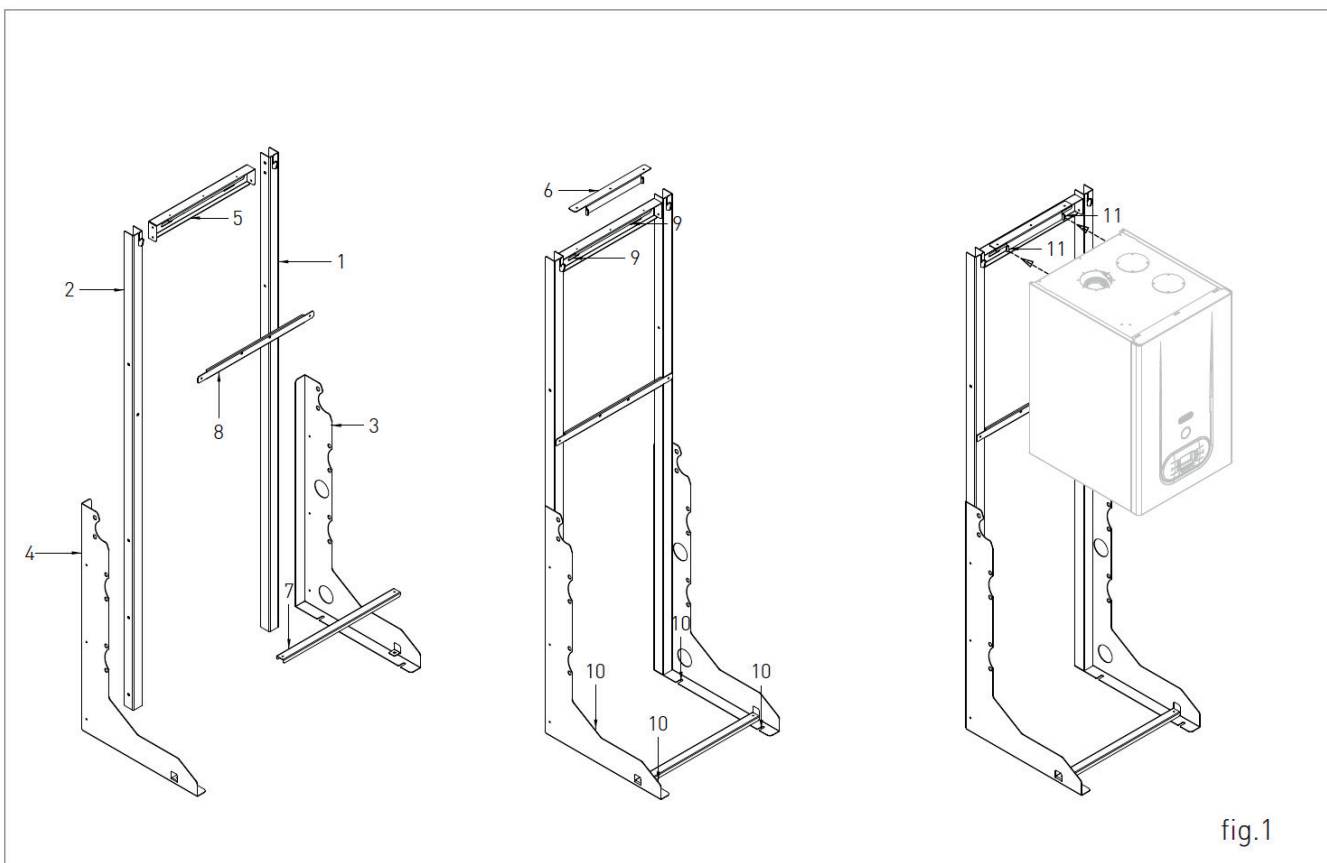

fig.1
1. Montează pe perete (fig. 1), folosind dibluri, suportul superior
2. asamblați profilele laterale 3 și 4 pe stâlpii 1 și 2 (fig. 1);